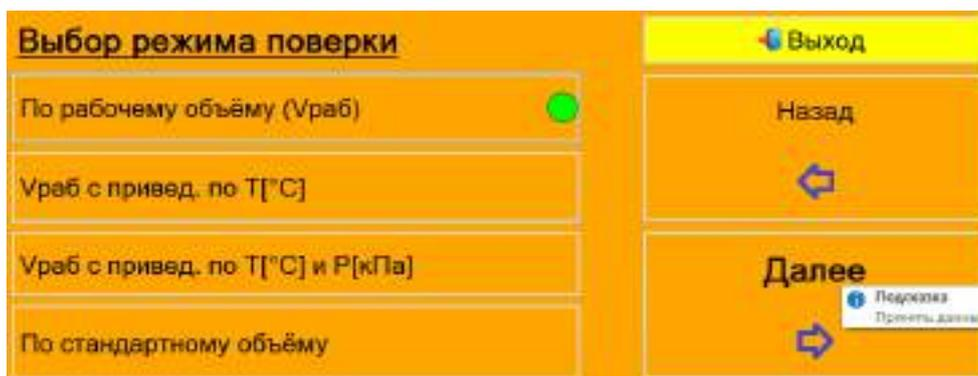

Рисунок 22
2) В следующем диалоговом окне необходимо выбрать режим поверки, рисунок 22